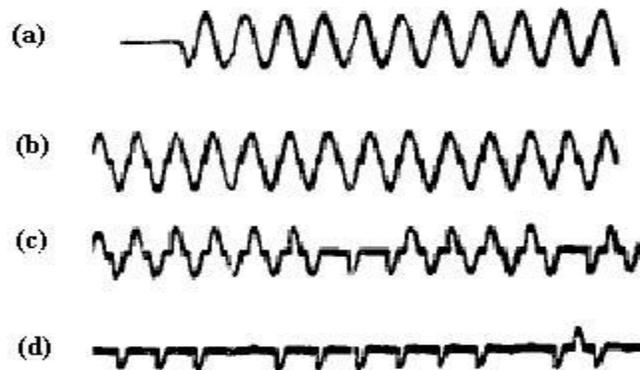

Fig. 4.1.- Característica de la corriente para cuatro estados diferentes de secado de la capa de contaminante.
Descarga tipo arco. Una vez humedecido el contaminante y antes de la formación de las bandas secas la corriente mantiene su forma sinusoidal tal como se muestra en la Fig.4.1 (a). Después de formadas las bandas secas, e iniciado el proceso de descargas a través de ella, la corriente sufre bruscas variaciones en su magnitud y en su forma de onda. Como se puede observar en la Fig. 4.1(b), la corriente pierde su continuidad apareciendo períodos finitos de corriente cero (0). La descarga observada en este estado es la característica de los arcos, lo que se comprueba por su característica U-I negativa y por su intensidad luminosa que permite su fácil reconocimiento. El proceso inicial de la descarga comienza sin prácticamente ningún proceso previo de ionización, estando determinado básicamente por la ruptura dieléctrica del aire producido por las altas y bruscas concentraciones de campo aplicadas a las bandas secas. Bajo las condiciones iniciales los pasos altamente ionizados por las descargas precedentes aseguran una rápida reignición cada medio ciclo, siendo los períodos de corriente cero (0) menores de dos (2) ms. Como el proceso de secado sobre los aisladores continúa, el incremento en la resistencia hace que los picos de corriente disminuyan, disminuyendo por tanto la ionización producida por las descargas, por lo que las mismas se producirán cada vez a más altos valores de tensión, aumentando con ello los períodos de corriente cero (0).